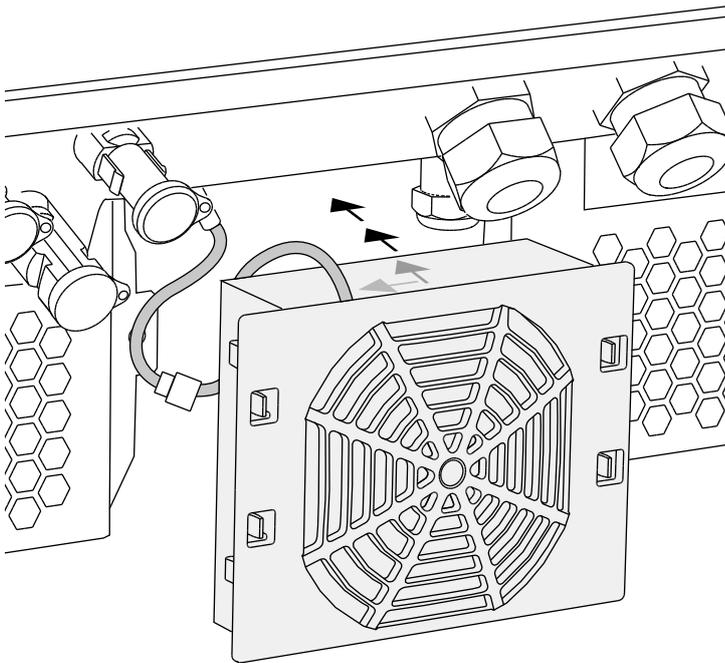

Abb. 61: Lüftereinbau
- Der Lüfter richtig in den Lüfterrahmen eingebaut wurde (Luftstromrichtung). **↗ Abb. 61**